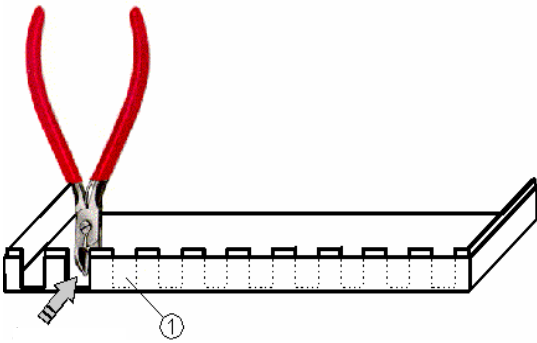

figure 4 - Creux de montage
Evider d'abord les cavités prévues pour les entrées de câbles de secteur et les fils de connexion des sondes et de la pompe le long des perforations sur la paroi du boîtier. Vous remarquerez des rétrécissements aux endroits prévus à cet effet (figure 4, Pos ①). Faites deux ouvertures perpendiculaires dans la paroi du boîtier en plastique pour chaque entrée de câble à l'aide d'une pince à dénuder ou une pince électronique coupant de côté. L'écart entre le rebord inférieur de l'ouverture et la base du boîtier ne devrait pas dépasser 2 mm. Ensuite casser les languettes plastiques en les pliant et repliant plusieurs fois.